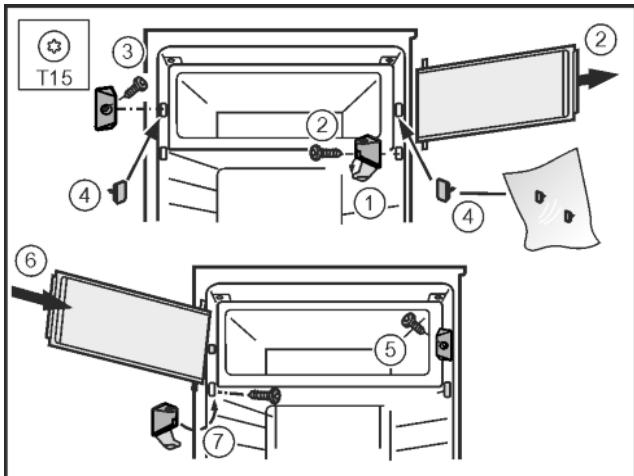

Fig. 13
- Откинуть крышку на кронштейне. Fig. 13 (1)
- Снять двери морозильного отделения: открутить кронштейн отверткой T15. Fig. 13 (2)
- Открутить концевой замок отверткой T15. Fig. 13 (3)
- Закрыть образовавшиеся отверстия прилагающимися пробками. Fig. 13 (4)
- Установить концевой замок с помощью отвертки T15. Fig. 13 (5)
- Установить дверцу морозильного отделения сверху. Fig. 13 (6)
- Установить кронштейн и примкнуть крышку. Fig. 13 (7)